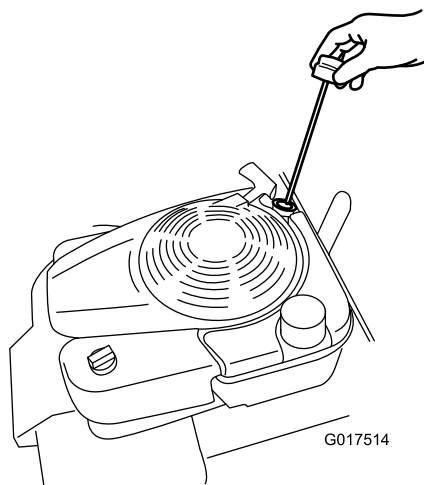

Figure 6
2. Retirez la jauge (Figure 6) et versez de l'huile dans le goulot de remplissage pour remplir le carter jusqu'aux 3/4.